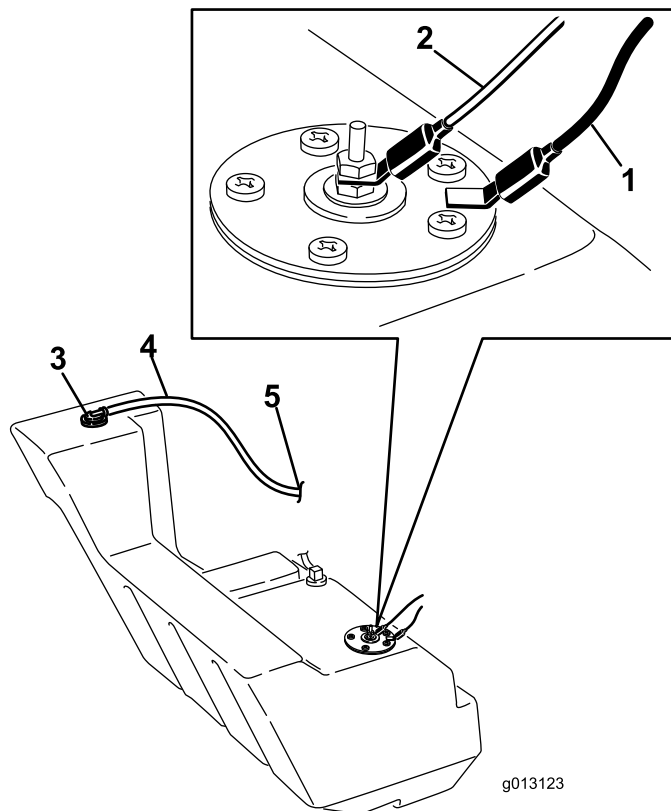

Figure 68
12. Débranchez les 2 fils reliés au côté droit du réservoir (Figure 68).
21. Sur le côté droit du réservoir, raccordez le fil orange à la borne centrale et le fil noir à la borne extérieure (Figure 68).